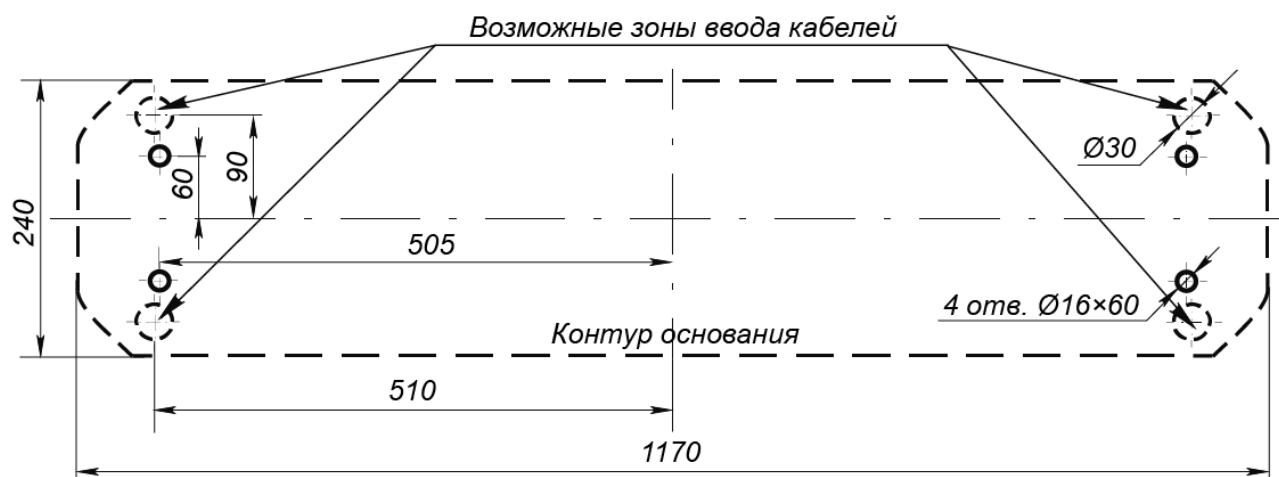

Рисунок 12. Схема разметки для установки стойки ЭП
3. Подготовьте в полу отверстия под гильзы анкеров для крепления стойки ЭП (см. рис. 12).
4. При необходимости прокладки кабелей под поверхностью пола подготовьте в полу кабельный канал, подходящий к одной из зон ввода кабелей в стойку ЭП, указанных на рис.12.
6. Демонтируйте боковую заглушку (9) и выньте контейнер картоприемника (10), открыв ключом замки (11, 12).